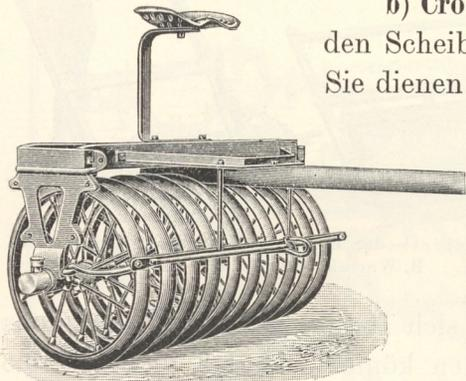

Fig. 800. Furchenpacker aus der Fabrik Kluckhohn in Lage.
f) **Furchenpacker** (Fig. 800). Auf einer Stahllachse sind (meist 10) eiserne und auswechselbare Räder (Durchmesser nicht unter 62 cm) mit spitzkantigem Radkranz in einem Abstand von etwa 25 cm angeordnet. Mit dem Furchenpacker ist es möglich,